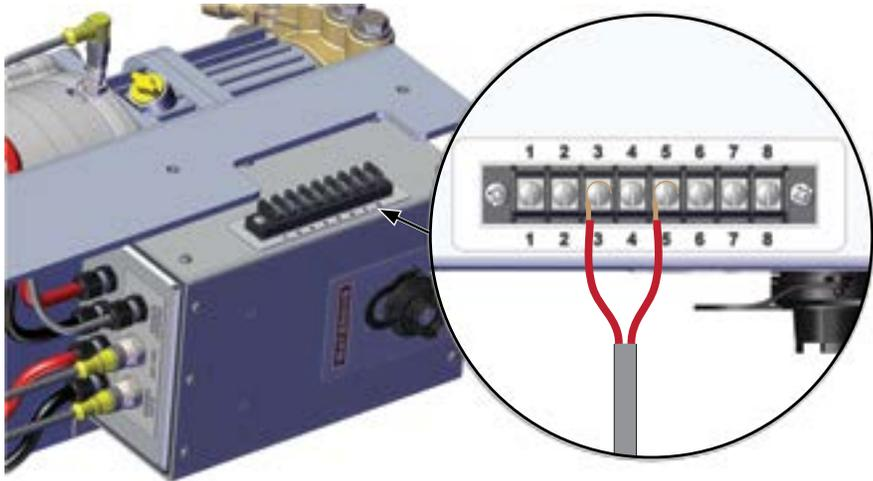

图 35
3. 在接线板上，将一根线缆固定到端子 3 上，同时将另一根线缆固定到端子 5 上（图 35）。